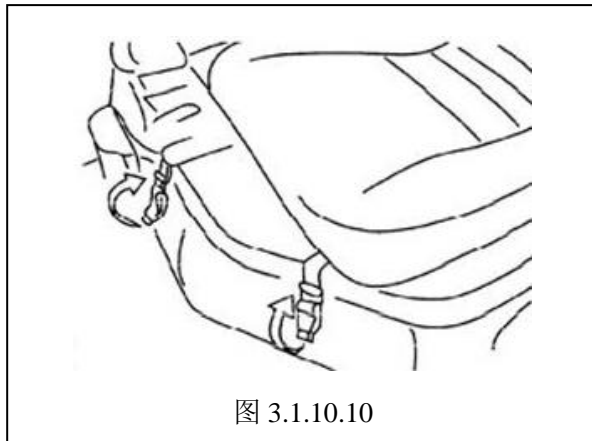

图 3.1.10.10
- 2) 将座椅前端的两个挂钩解锁；（见图 3.1.10.10）